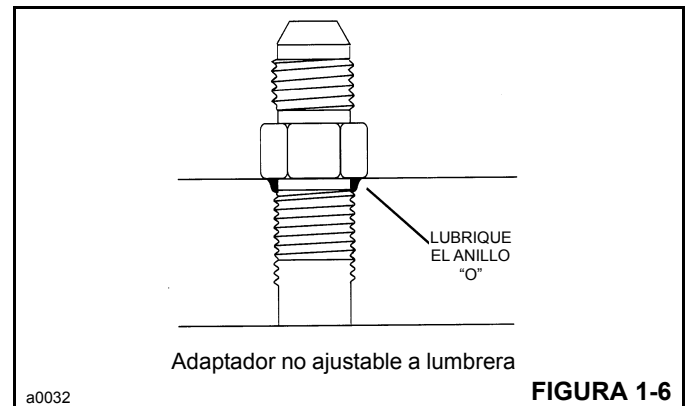

FIGURA 1-6
2. Lubrique el anillo "O" con aceite limpio (Figura 1-6).